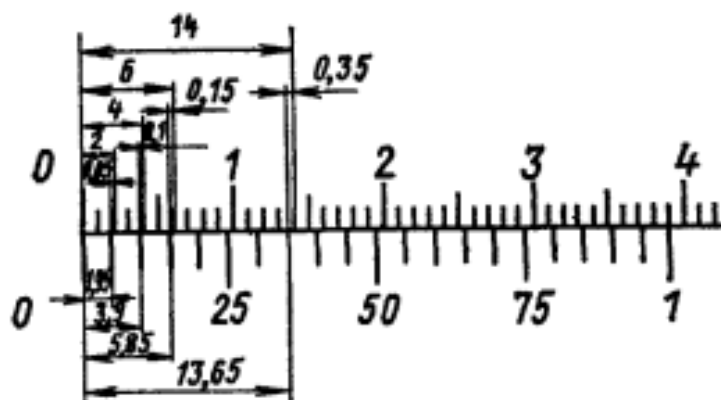

Рис. 7. Чтение показаний штангенциркуля ШЦ- II
2. при отсутствии просвета между губками для наружных измерений или при большом просвете (не более 3 мкм) нулевые штрихи штанги и нониуса при сдвинутых губках должны совпадать. Положение шкалы штангенциркуля и нониуса штангенциркуля ШЦ-II величиной отсчета 0,05 мм показано на рис. 7.